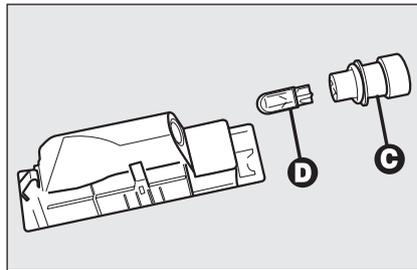

fig. 37
- estrarre il portalamпада **C-fig. 37** facendolo ruotare leggermente e sostituire la lampada **D** inserita a pressione.